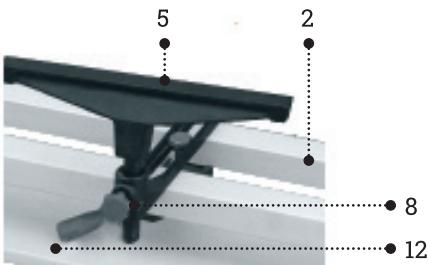

Рис. 2.
Опора инструмента (5) установлена на направляющих станка (2) (рис. 2). Для перемещения опоры по направляющим ослабьте рычаг фиксации положения опоры ин-
Для изменения высоты опоры ослабьте винт фиксации высоты опоры (8) (см. рис. 2). Установите опору на необходимую высоту и зажмите винтом (8). Проверните заготовку рукой, убедитесь, что она свободно вращается и не касается опоры.